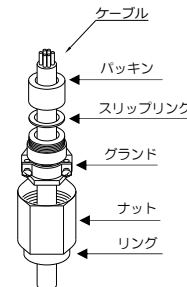

図7
- ケーブルにナット、リング、グラント、スリップリング、およびパッキンの順に通します。(図7)